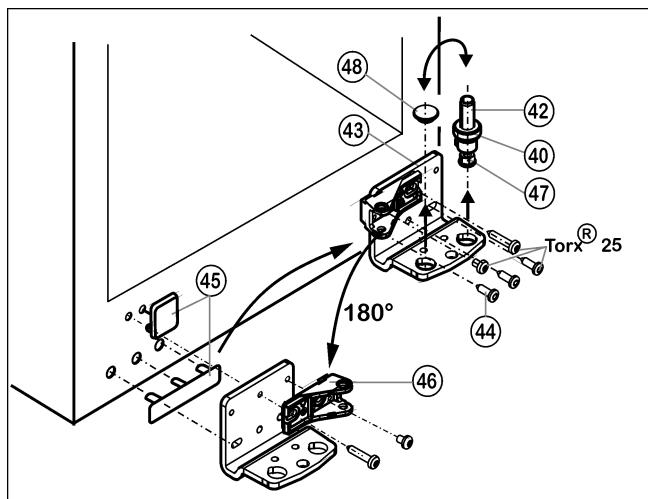

Fig. 9
- Извлеките опорный винт Fig. 9 (42) в комплекте с шайбой Fig. 9 (40) и регулируемой опорой Fig. 9 (47), вытягивая его вверх.
- Снимите пробку Fig. 9 (48).
- Открутите Fig. 9 (43) опорный кронштейн Fig. 9 (44).
- Осторожно снимите и переставьте на противоположную сторону крышки со стороны ручки Fig. 9 (45).
- Снова прикрутите нижний опорный кронштейн Fig. 9 (43) на новой стороне шарнира (**с моментом 4 Нм**). При необходимости используйте аккумуляторный шуруповерт.
- Открутите опорную деталь Fig. 9 (46) и снова прикрутите внутри с поворотом на 180°, завинтив длинные винты в удлиненные отверстия.
- Переставьте пробку Fig. 9 (48) в свободное отверстие.
- Вновь установите опорный винт Fig. 9 (42) с шайбой и регулируемой опорой. При этом фиксатор должен быть направлен назад.
- Установите дверцу сверху на нижний опорный палец Fig. 9 (42).
- При необходимости выровняйте дверцы через продольные пазы в нижнем опорном кронштейне Fig. 9 (43) параллельно корпусу устройства. Для этого выкрутите средний винт.